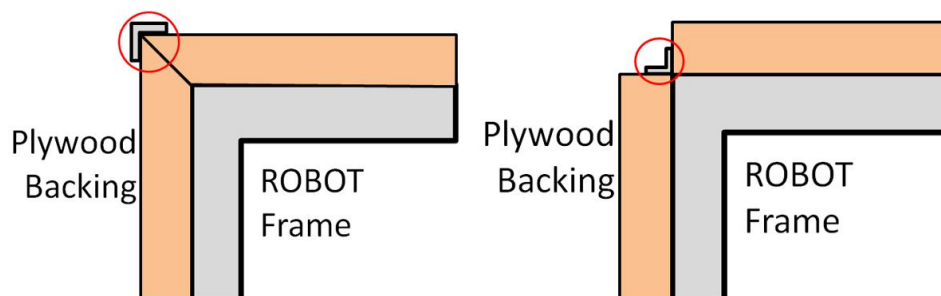

Figure 9-5 Hard Parts of BUMPER Corners
- F. 可选择使用金属支架(即角件或金属板)将保险杠段相互连接(参见 Figure 9-5).